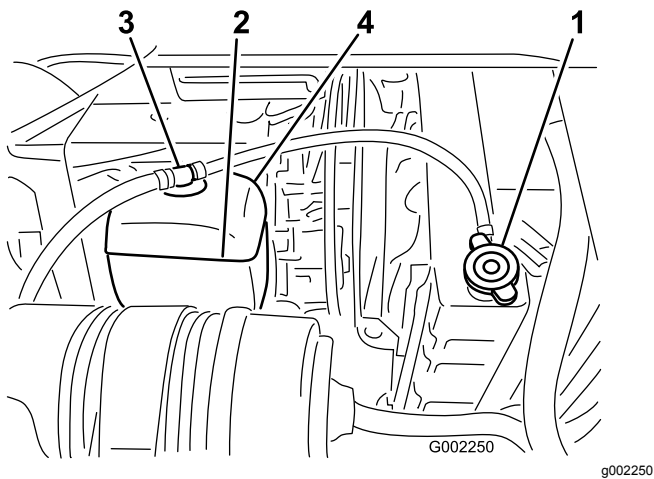

Рисунок 54
3. Осторожно снимите крышку радиатора и крышку расширительного бачка (Рисунок 54).